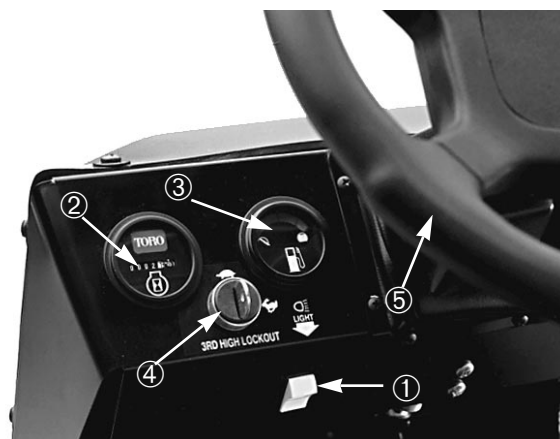

Fig. 13
**Contaore** (Fig. 13)—Indica il totale delle ore di funzionamento della macchina. Il contaore scatta ogniqualvolta si giri la chiave in posizione "ON".
**Interruttore dei fari** (Fig. 13)—Serve ad accendere e spegnere i fari; premere per accenderli (ON).
**Indicatore del carburante** (Fig. 13)—Indica il quantitativo di combustibile nel serbatoio. Funziona solo quando l'interruttore di accensione è in posizione "ON".
**Interruttore di blocco del 3° livello** (Fig. 13)—Spostare in posizione 'lento' e togliere la chiave per impedire l'uso della terza velocità nell'ambito della gamma superiore. Il motore si spegne se si ingrana la terza quando si è nella gamma superiore. Inserire la chiave con la dentellatura in basso, e spingerla per girarla. La chiave viene tolta in entrambe le posizioni.
**Volante** (Fig. 13)—Per guidare il veicolo. Se il motore si inceppa o il servosterzo non funziona a causa di un guasto, la guida del veicolo diventa molto pesante.